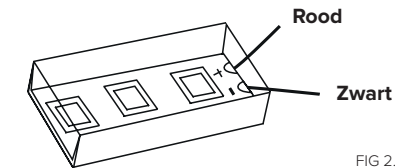

FIG 2.
2. Let op de polariteit, de contacten met de puntjes van de connector moeten contact maken met de koperen baan van de ledstrip (zie fig 2).